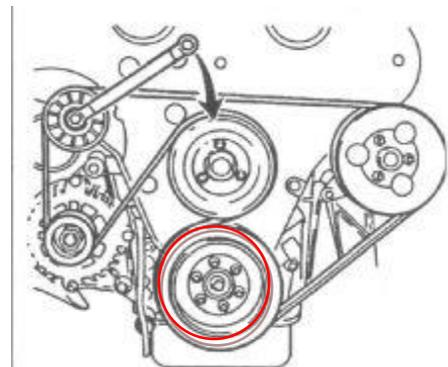

Figure 6
- Déposer la courroie d'accessoires : comprimer le ressort du tendeur automatique à l'aide d'une clé à œil de 15 prise sur son écrou central, puis avec l'autre main, dégager la courroie de la poulie de pompe à eau (la grande poulie lisse) : Figure 6.